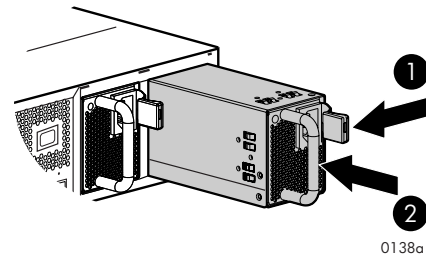

Figure 4 Einsetzen eines Netzteils
2. Drücken Sie die Verriegelung nach innen (1, Figure 4), und schieben Sie das Netzteil dann in das Gehuse, bis es richtig eingesetzt ist (2).